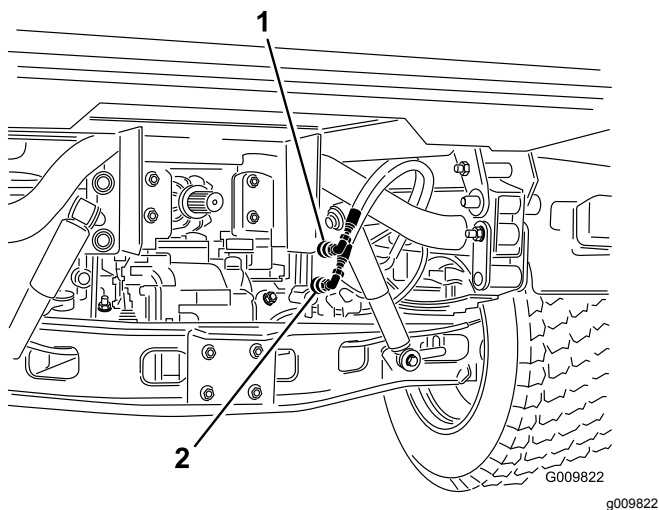

Figura 17
2. En vehículos con número de serie de 240000001 y superiores, desconecte los 2 manguitos de los cilindros de elevación de los acoplamientos que están sujetos al soporte de los acoplamientos (Figura 17). Coloque los tapones en los acoplamientos rápidos de los manguitos de los cilindros.